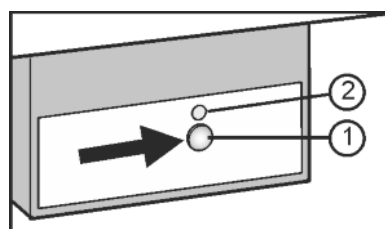

Fig. 9
- ▶ Nospiediet pogu On/Off Fig. 9 (1), lai iedegas poga ar LED indikatoru Fig. 9 (2).